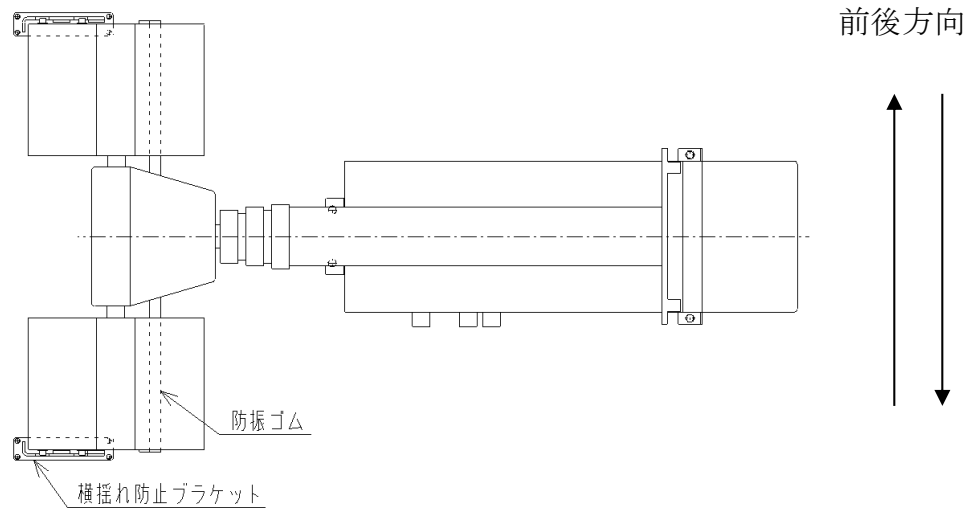

図 6—4
2. 下図 6—3 を参考に取付穴位置を決め、製品取付穴と合致している事を確認して、取付け表面に 8.5mm の穴を 4 か所あけます。